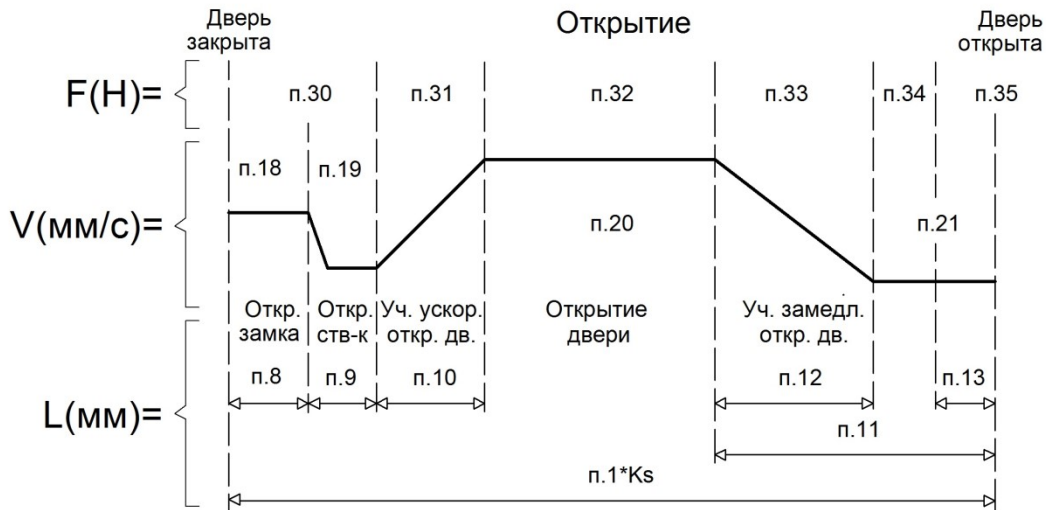

Рисунок 6 - Траектория движения двери при открытии
5.3.1 В данный режим устройство переходит при наличии команды “ОТКРЫТЬ”. Устройство обрабатывает заданную траекторию движения (см. рисунок 6). При полном открытии, устройство сравнит значение длины хода ремня (параметр 01) с количеством импульсов энкодера и при отклонении не более зоны привязки открыто (параметр 13) включит ВКО. После этого устройство переходит в режим удержания.